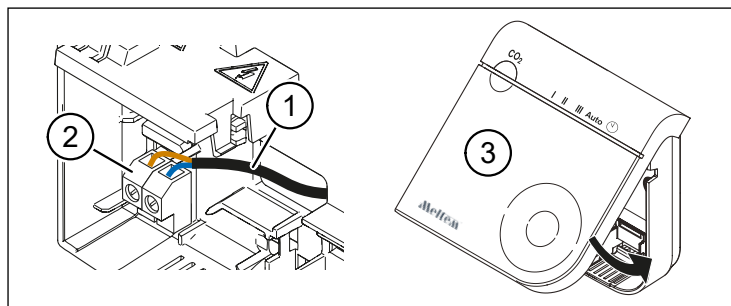

Fig. 4 : Branchement du câble d'alimentation et installation du couvercle
- ▶ Branchez le câble d'alimentation (pos. 1 dans Fig. 4) aux bornes (pos. 2 dans Fig. 4).
- ▶ Installez le couvercle (pos. 3 dans Fig. 4) avec les ergots dans les fentes sur le boîtier.